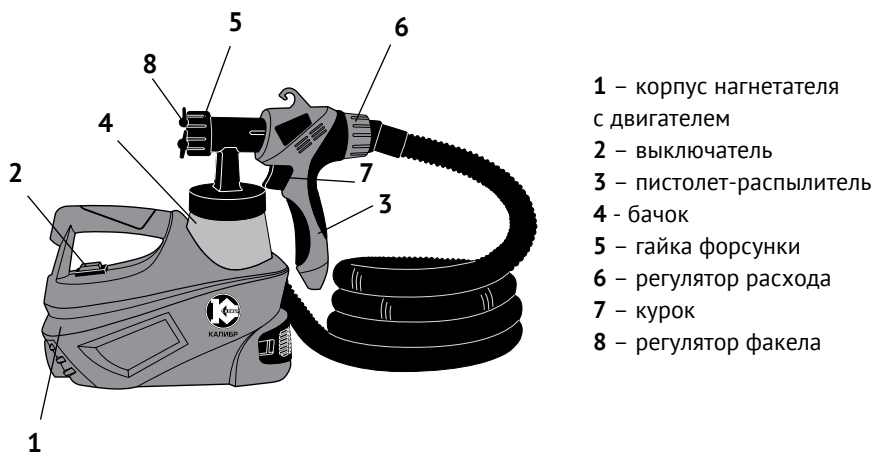
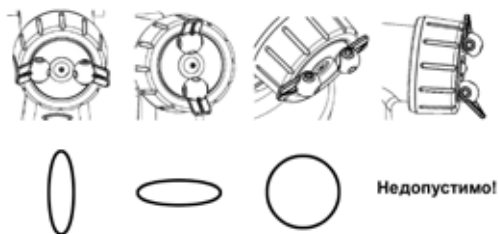

рис.1
рис.2
- Механизм краскораспылителя (двигатель и нагнетатель) расположен в пластиковом корпусе (рис.1 поз.1). Двигатель переменного тока с компрессорным механизмом нагнетателя, подают струю воздуха к форсунке. Из бачка (рис.1 поз.4) краска подаётся для смешивания её с воздухом. В форсунке происходит смешивание воздуха с краской и подача в насадку – распылитель, для покрытия поверхностей. Регулятором (рис.1 поз.6) изменяется расход воздуха, а значит и распыляемого материала. Регулятор (рис.1 поз.8) изменяет факел распыления, как описано в п.3.4. Перед рукояткой пистолета-распылителя (рис.1 поз.3) расположен курок (рис.1 поз.7), при нажатии на который открывается клапан и начинается подача воздуха от компрессора к форсунке. При отпускании курка подача смеси прекращается. Для включения двигателя, на корпусе (рис.1 поз.1) расположена клавиша выключателя (рис.1 поз.2).
- включения нагнетателя осуществляется с помощью клавиши включения, расположенной на корпусе нагнетателя (рис.1 поз.1), она имеет два фиксированных положения: «I» - включено и «0» - выключено (МЭК 60417);
- включение пистолета-распылителя осуществляется нажатием на курок (рис.1 поз.7), при отпускании курка, он пружиной, возвращается в исходное положение - выключено.
- регулирование расхода распыляемого материала осуществляется с помощью регулятора (рис.1 поз.б), расположенного в хвостовой части пистолета-распылителя;
- настройка факела осуществляется поворотом лепестков регулятора факела (рис.1 поз.9) и регулятора расхода (рис.1 поз.6). Для более густых и тяжёлых латексных красок используйте штатную дюзу 2,6 мм. Если краска слишком жидкая, при большом расходе краски, или же она плохо распыляется, попробуйте использовать дюзу меньшего размера или отрегулируйте расход материала регуляторами расхода и факела. Настройка факела лепестками регулятора (рис.1 поз.9) показана на рис.2.